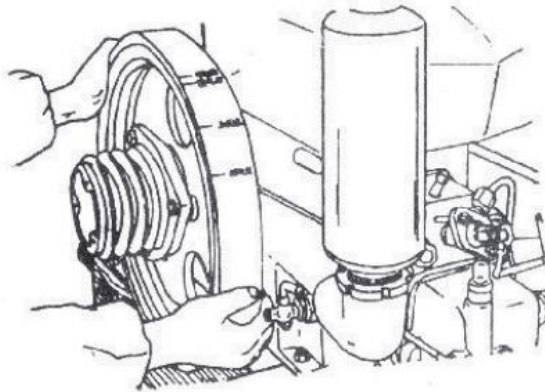

Fig. 9- Girar o volante para a posição T. D. C. exigida
- ✓ Girar el volante hasta que no pueda más. Después de empujar la palanca de descompresión hacia abajo y continuar girando el volante hasta que la línea marcada en el volante corresponda a la línea marcada en el radiador (Fig.9), de modo que las válvulas de admisión y descarga queden ajustadas en la condición cerrada y el pistón queda ajustado en la posición central neutra en el curso de compresión para evitar la entrada de cualquier polvo en el cilindro.
2. Girar el volante hasta la marca T en su periferia coincidir con la línea marcada en el radiador para ajustar el pistón en el punto muerto superior en el curso de compresión. (Fig.9).